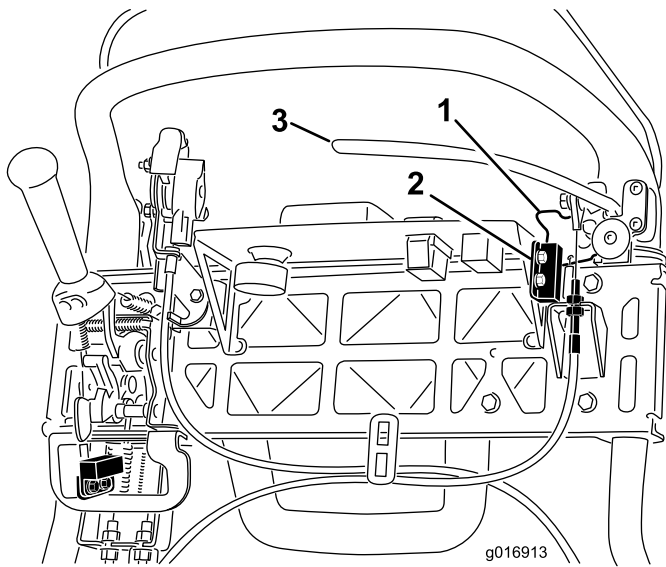

Bild 39
4. Lösen Sie die Befestigungsschrauben des Sicherheitsschalters (Bild 39).
5. Legen Sie eine 1,6 mm dicke Beilagscheibe zwischen den Feststellbremsriegel und den Sicherheitsschalter (Bild 39).